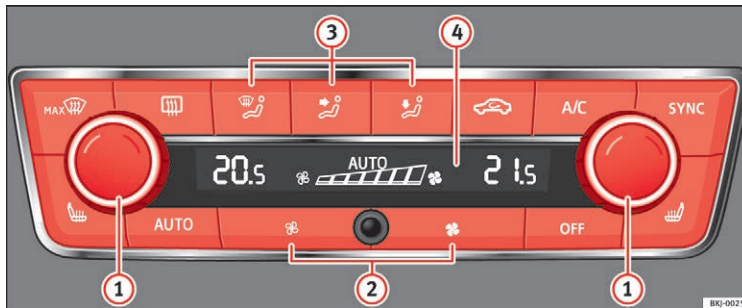

Fig. 147 Betjenings-elementer til Climatronic
- Indstil blæseren på trin nul »» Fig. 147 ②, eller tryk på knappen **OFF**.
- Tryk på knappen **AUTO** »» Fig. 147.
- Når du har tilsluttet tændingen, kan du indstille den ønskede kabinetemperatur med drejeregulatoren **1** » **Fig. 147**.
- Tryk på knappen **MAX** » **Fig. 147**.